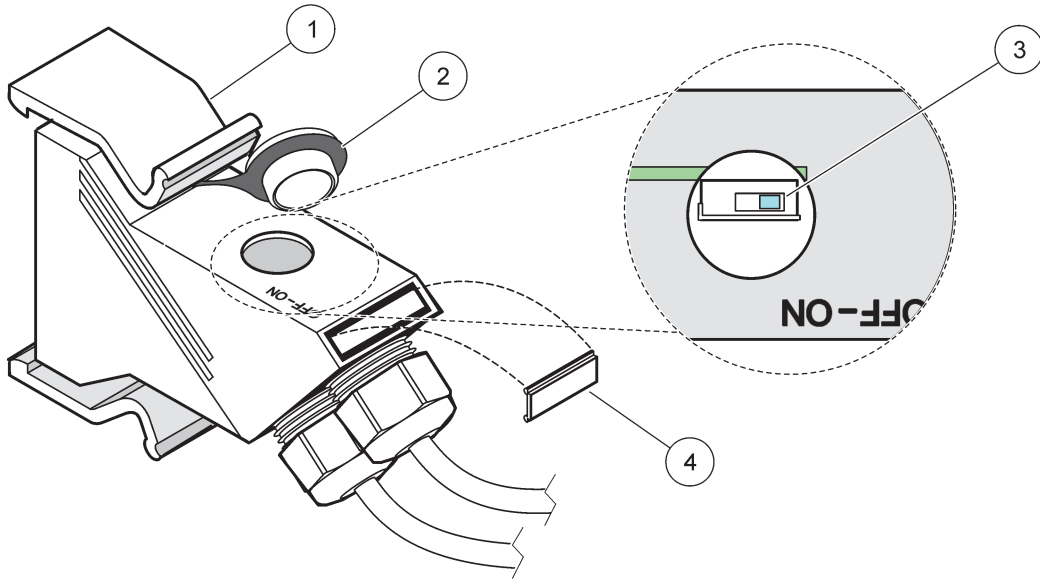

图 32 设置终端电阻（接头 DIP 开关）
14. 将最后一个网络接头的终端电阻设置成打开状态（请参见图 32 和表 11）。